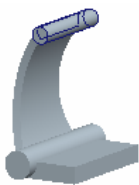
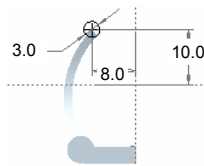

图 5.38.98 拉伸 5
图 5.38.99 截面草图
Step7. 创建图 5.38.98 所示的拉伸特征 5。在操控板中单击“拉伸”按钮 。选取 FRONT 基准平面为草绘平面，选取 RIGHT 基准平面为参考平面，方向为 **右**；单击 **草绘** 按钮 ，绘制图 5.38.99 所示的截面草图，在操控板中选择拉伸类型为 ，输入深度值 16.0。单击  按钮，完成拉伸特征 5 的创建。